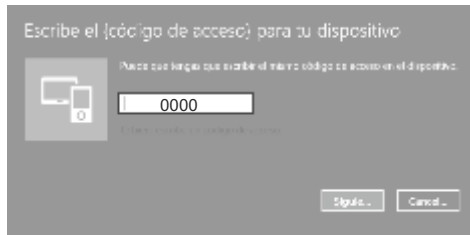

Imagen 2
3) En la siguiente ventana (Imagen 2) se muestran todos los dispositivos que pueden establecer una conexión con su PC. Esta lista también debe contener un dispositivo con el icono de *Bluetooth*® y el nombre "PrimeLab", seguido de una combinación de números (número de serie). Si no aparece, es que su PrimeLab está apagado o el transmisor *Bluetooth*® en el dispositivo no está activado (véase PDA-2).